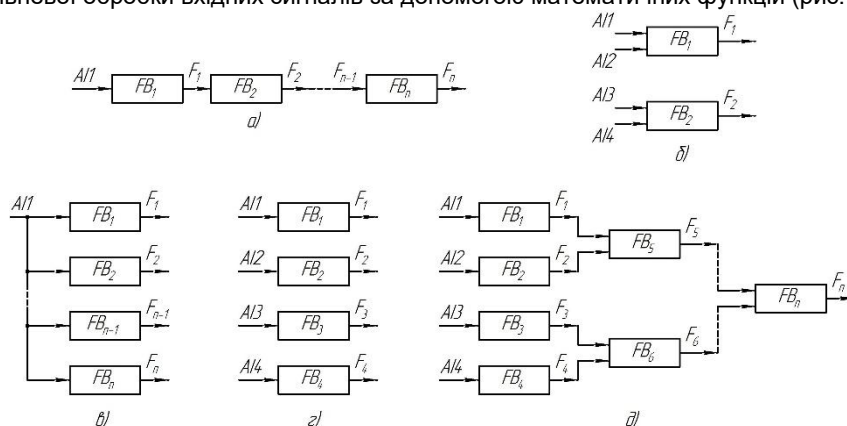

Рисунок 3.6 – Схеми обробки аналогових сигналів
3.7.3.1 Кожен із функціональних блоків може обробляти сигнали як з блоків нормалізації та масштабування (PV1-PV4), так і з інших функціональних блоків. Таким чином, в індикаторі ITM-4K7 можлива побудова багаторівневої обробки вхідних сигналів за допомогою математичних функцій (рис. 3.6).